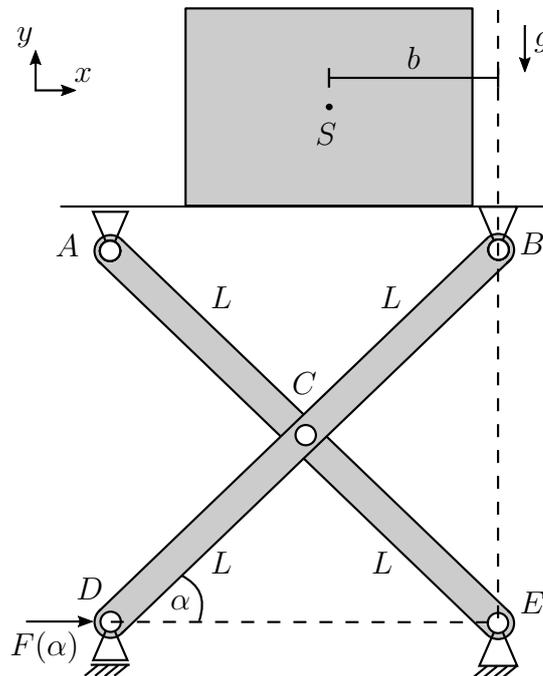

Abbildung 1: Konfiguration der Hebebühne.
1. Betrachtet wird die in Abbildung 1 dargestellte Hebebühne. Durch die Kraft  $F(\alpha)$  kann die Plattform der Hebebühne und die darauf platzierte Last angehoben beziehungsweise abgesenkt werden. Die Plattform der Hebebühne wird als massenlos angenommen. 10 P. |